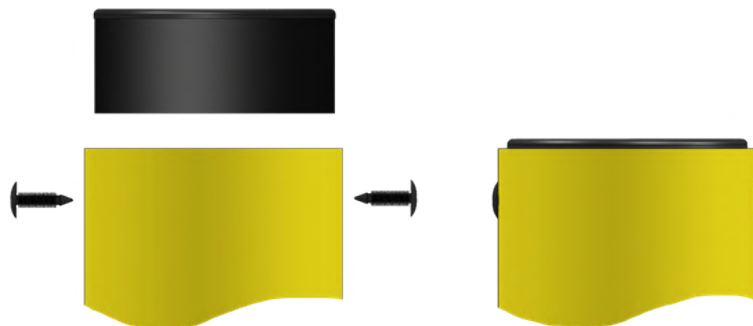

Рисунок 7. Установка и фиксация крышек столбов.
5. Закройте верхушки столбов крышками. После монтажа крышек их нужно закрепить фиксами (2 фикса на крышку). Для этого в плоскости симметрии барьера в столбе на расстоянии 20-25 мм от верхушки желтой трубы столба нужно просверлить сверлом отверстия 7 мм и забить в них фиксы (оси этих отверстий должны быть ориентированы в том же направлении, что и элементы секций, см. рис. 7).